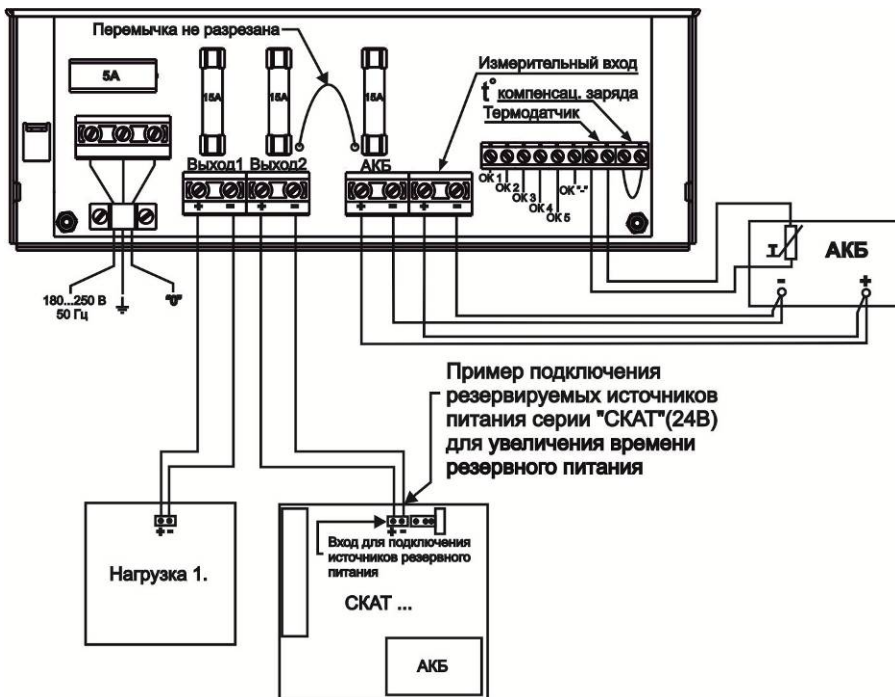

Рисунок 4 – подключение изделия
Выполните подключение внешних цепей к изделию в соответствии с назначением клемм подключения (см. рисунок 4) в следующей последовательности:
- Подключите к изделию, соблюдая полярность, кабель АКБ (см. рисунок 4) (кабель АКБ входит в комплект поставки). Провода сечением 4 мм² к контактам колодки «АКБ». Провода сечением 0.35 мм² к контактам колодки «Измерительный вход». При необходимости используйте клеммы для подключения автомобильной АКБ (в комплект поставки не входят).
- Подключите термодатчик к контактам колодки «Термодатчик АКБ» для термокомпенсации напряжения заряда АКБ (см. рисунок 4). Чувствительный элемент термодатчика закрепите на корпусе АКБ в непосредственной близости от клеммы «+» с помощью липкой ленты. Для корректной работы термодатчика необходимо обеспечить плотное прилегание чувствительного элемента датчика к поверхности корпуса батареи